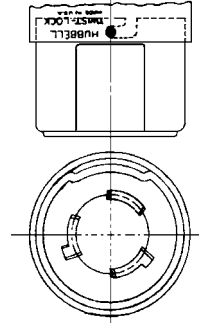

Fig. 2
9. Faire glisser le carter arrière jusqu'au corps du connecteur et aligner les deux griffes à l'intérieur du carter avec les deux encoches moulées dans le corps du connecteur. Pousser à fond le carter arrière sur le corps et le faire tourner légèrement. Ceci engage les deux griffes dans les encoches en «L» dans l'enveloppe métallique du corps pour empêcher l'ensemble de se défaire. Voir la Fig. 2 (Les griffes sont montrées en noir).
12. Pour assurer un montage correct, vérifier que la griffe près de la marque Hubbell du carter arrière est située dans l'axe central de la dépression dans le carter métallique avant et que les deux encoches en «L» du carter avant sont complètement recouverte par le carter arrière. Voir la fig. 2 (les griffes sont montrées en noir).